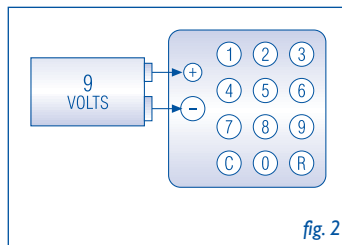

fig. 2
1. Appoggiare la batteria da 9 Volt 6LR61 (Fig. 2) rispettando la polarità.